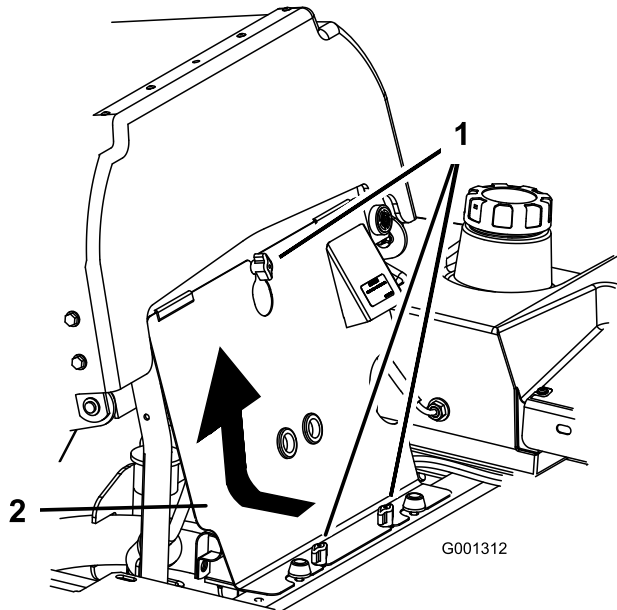

Figura 40
1. Inclíne el asiento hacia adelante y retire el panel delantero del motor (Figura 40).